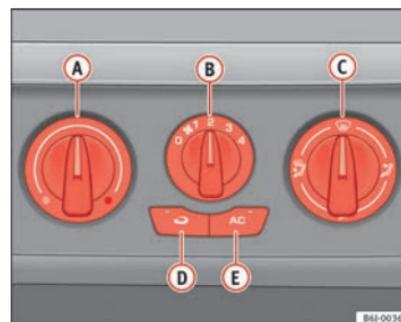

Abb. 92 In der Instrumententafel: Bedienelemente Klimaanlage
- Mit den Reglern ⇒ Abb. 92 **A** und **C** und mit dem Schalter **B** stellen Sie die Temperatur, die Gebläsestufe und die Luftverteilung ein.